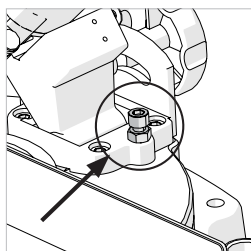

Рис. 9
- Ослабьте контргайку винта регулировки вертикального угла (**рис. 9**).